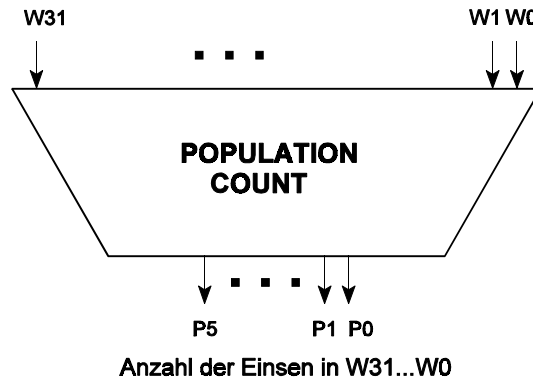

Abbildung 6
- Z1. Es ist eine Schaltung zu entwerfen, die die Anzahl der gesetzten Bits in einem 32-Bit-Wort ermittelt (Funktion POPULATION COUNT bzw. NUMBER of OCCURRENCES; Abbildung 6). Sie dürfen hierzu neben den bekannten kombinatorischen Grundschaltungen (Gattern, Addierern, Multiplexern usw.) auch EPROM-Schaltkreise der Organisationsform $128k \cdot 8$ einsetzen. (Hinreichend detailliertes Schaltbild, kurze Beschreibung.)